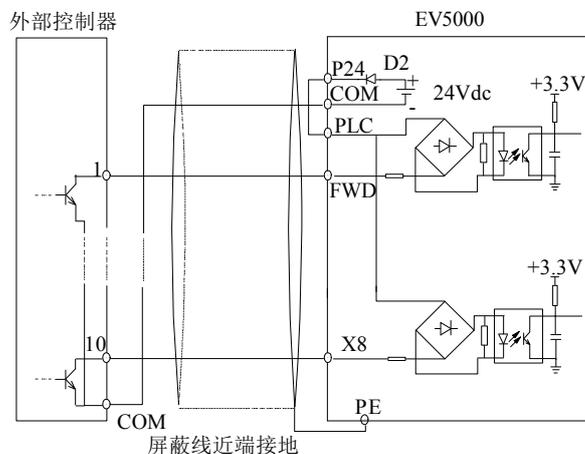

图4-23 使用变频器内部+24V 电源的源极连接方式
1) 使用变频器内部+24V 电源，外部控制器为 NPN 型的共发射极输出的连接方式，如图 4-23 所示。